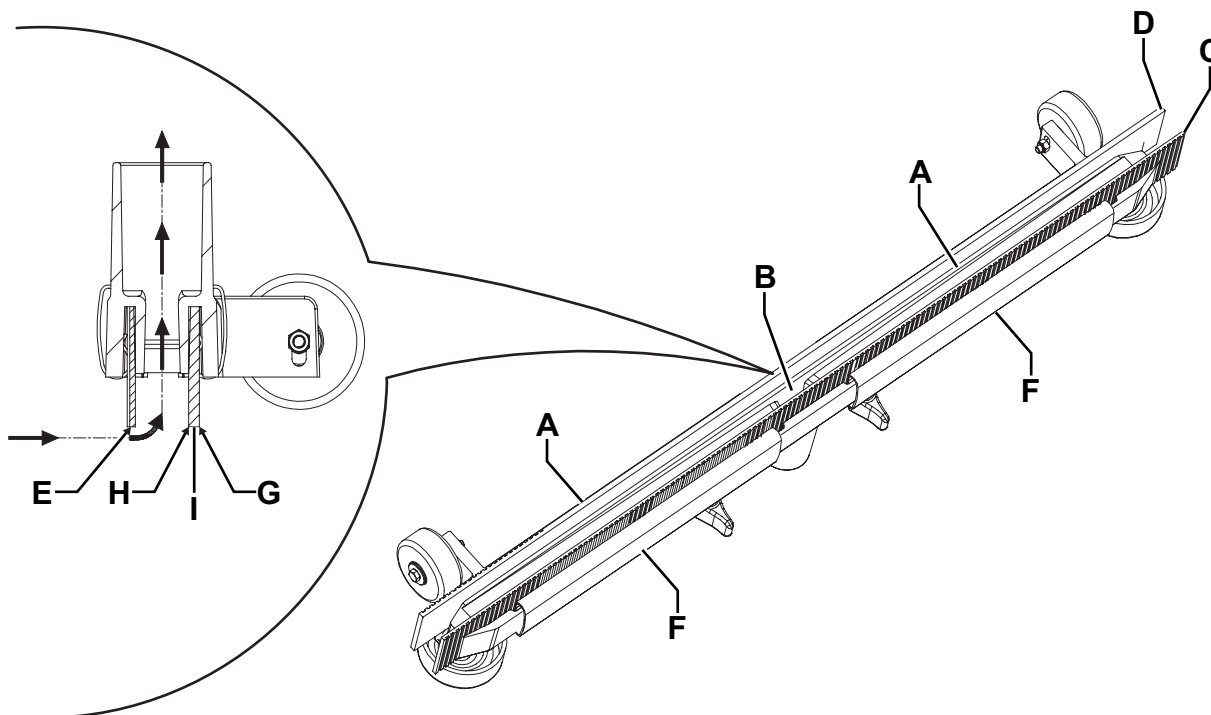

Figure 7
2. Contrôler que la manette (62) soit en position « 0 ».
3. Baisser l'embouchure au moyen de la pédale (19).
4. Déconnecter le tuyau d'aspiration (22) de l'embouchure.
5. Desserrer les boutons (12) et déposer l'embouchure (11).
6. Laver et nettoyer l'embouchure. Nettoyer en particulier les compartiments de convoyage (A, Fig. 7) et l'orifice d'aspiration (B) de la saleté et des déchets.
7. Contrôler que la lamelle en caoutchouc avant (C) et la lamelle en caoutchouc arrière (D) sont intactes et qu'elles ne présentent pas de coupures ou déchirures ; dans le cas contraire, les remplacer (voir la procédure au paragraphe suivant).
2. Contrôler que les bords de la lamelle en caoutchouc avant (E, Fig. 7) et de la lamelle en caoutchouc arrière (I) se posent simultanément sur un plan, sur toute leur longueur ; dans le cas contraire, régler leur hauteur en procédant comme suit :
- Déposer les ressorts de fixation (F), puis régler la lamelle en caoutchouc avant (C) et la lamelle en caoutchouc arrière (D).
3. Contrôler que la lamelle en caoutchouc avant (C) et la lamelle en caoutchouc arrière (D) sont intactes et qu'elles ne présentent pas de coupures ou déchirures ; en cas contraire, les remplacer en procédant comme suit. Contrôler aussi que l'arête de la lamelle en caoutchouc arrière (H) n'est pas usée ; dans le cas contraire, renverser la lamelle, en remplaçant l'arête usée avec l'autre arête (G), si elle est encore intacte. Si l'autre arête est usée, remplacer la lamelle en caoutchouc, en procédant comme suit :
- Déposer les ressorts de fixation (F), puis remplacer (ou tourner) la lamelle en caoutchouc arrière (D).
4. Installer l'embouchure (11) et serrer les boutons (12).
5. Connecter le tuyau d'aspiration (22) à l'embouchure (11).